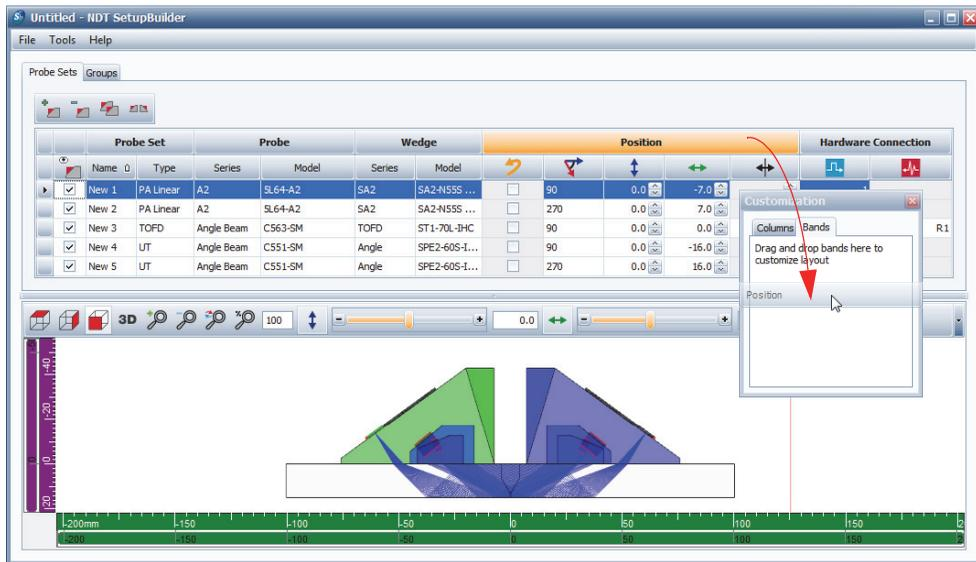

Рис. 4-9 Удаление заголовка секции из вкладки
- Чтобы удалить секцию, включая все нижерасположенные столбцы, перетащите желаемый заголовок секции из вкладки главного окна во вкладку **Bands** (Полосы) диалогового окна **Customization** (см. Рис. 4-9 на стр. 40).